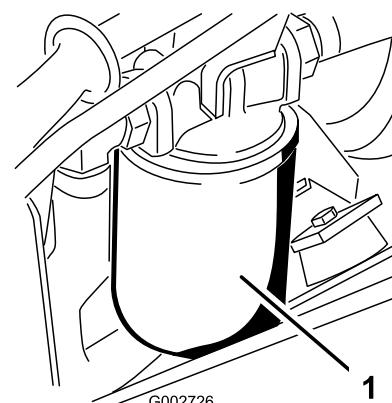

Figura 45
4. Collocate una bacinetta sotto il filtro idraulico situato sul lato sinistro della macchina (Figura 45).
7. Montate il nuovo filtro idraulico (Figura 45) ruotandolo manualmente fino a quando la guarnizione non viene a contatto con la testa del filtro, quindi serrate il filtro di altri 3/4 di giro.